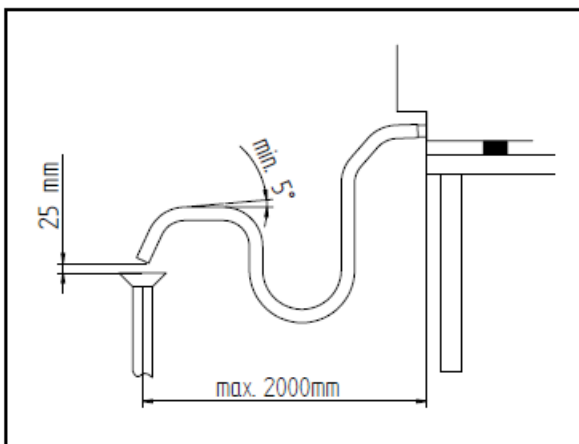
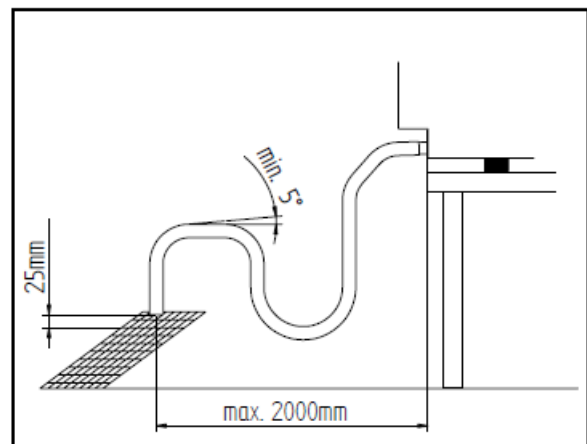

Abb. 1
Abb. 2
**Wasserabfluss** - An der Geräterückseite tritt ein Abflussrohr (siehe Abb. 1) für die Drainage der Garkammer aus. An diesem Rohr muss eine für die Dampftemperaturen ( $90^\circ\text{C} - 100^\circ\text{C}$ ) beständige Leitung mit 30 mm Innendurchmesser (DN 30) angeschlossen werden. Um Drosselungen zu vermeiden, sollte es sich um Rohrleitungen ohne  $90^\circ$ -Krümmer auf der gesamten Abflusstrecke handeln. Außerdem muss die Rohrleitung auf ihrer ganzen Länge ein konstantes Gefälle beibehalten (mind. 5%; die berücksichtigte Länge ist jene vom Abflussrohr des Geräts bis zum Abflusspunkt und darf nicht länger als 2 m sein). Das Abflussrohr wird zu einem offenen Abfluss am Boden geleitet (Abb. 2). Außerdem muss der „Mindest-Luftsprung“ 25 mm betragen (Distanz zwischen Abflussrohr aus dem Gerät und dem Becher des Abflusskanalrohrs). Auf jeden Fall darf die am Abflussrohr angeschlossene Rohrleitung des Geräts aufgrund der gültigen hygienischen Normen nicht im direkten Kontakt mit dem Abflusspunkt sein. Es ist ratsam, den Abfluss des Geräts über einen geeigneten Siphon an das Schmutzwassernetz zu schließen, damit der Austritt von Dampf aus dem Abfluss eingeschränkt wird.